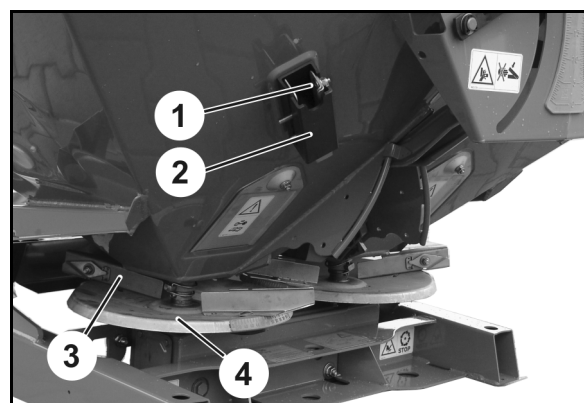

Рис. 78
1. Выньте распределяющую лопасть с ограничением дальности распределения (Рис. 78/1) из держателя (Рис. 78/2).
2. Демонтируйте распределяющую лопасть (Рис. 78/3) левого распределяющего диска (Рис. 78/4).